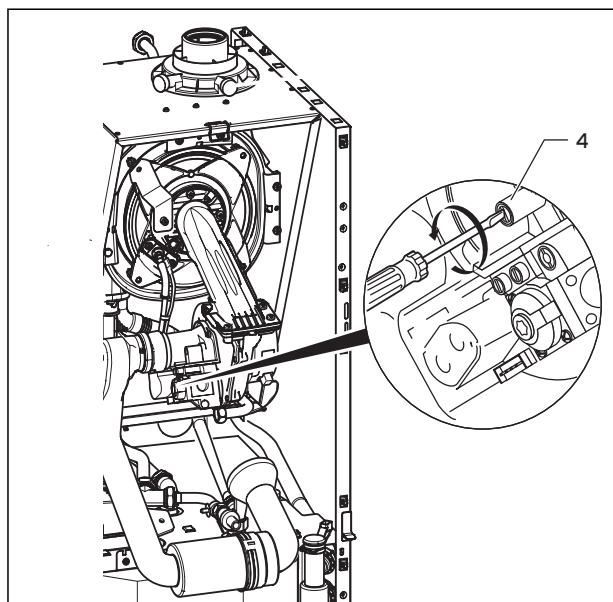

Fig. 7.5 Setarea numărului aer
- Obțineți niplul de măsurare (2, Fig. 7.5) cu șurubul de etanșare.
- Închideți cu clapa țeava de aspirare a aerului și fixați din nou șurubul de fixare (1, Fig. 7.5).
- Obturați niplul de măsurare (**2**, Fig. 7.5) cu șurubul de etanșare.
- Ridicați țeava de aspirare a aerului și fixați-o din nou cu șurubul de fixare (**1**, Fig. 7.5).